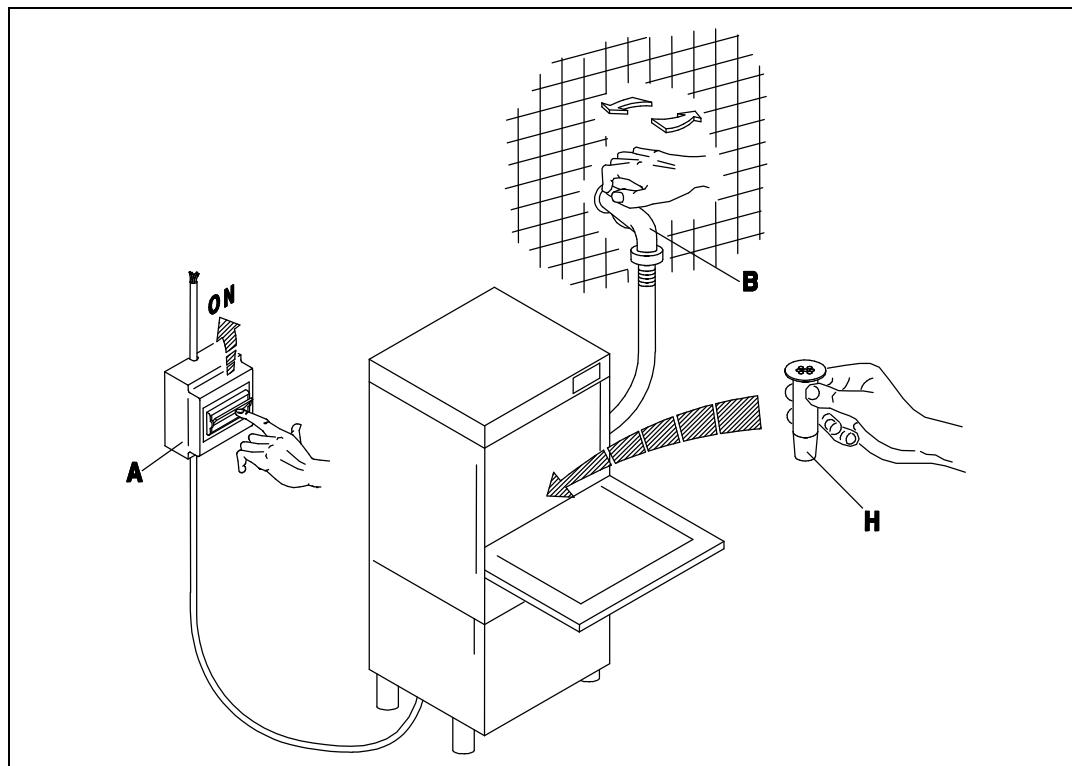

Fig. 3-1
- Aprire il rubinetto dell'acqua (B), inserire l'interruttore generale (A). Attivare l'interruttore principale dell'apparecchio (1), ne conseguirà l'accensione della spia (A) evidenziando che la macchina è sotto posta a tensione. A porta chiusa l'apparecchio si riempie d'acqua e alla fine del carico, si inseriscono automaticamente le resistenze della vasca e del boiler in alternanza. Il funzionamento delle resistenze è reso visibile dall'accensione delle spie (D) ed (E). Quando entrambe le spie si spengono l'acqua avrà raggiunto le temperature impostate e l'apparecchio sarà pronto per iniziare il lavaggio. (fig. 3-1÷3-2)
- Turn on the water tap (B) and switch on the master switch (A). Turn the appliance ON switch (1), which will cause the warning light (A) to illuminate, indicating that the machine is live. When the door is closed the appliance fills with water. When it is full, the tub and boiler heating elements come on automatically in alternation. When the elements are activated, the warning lights (D) and (E) are illuminated. When both warning lights go out the water has reached the set temperature and the appliance is ready to begin the washing cycle. (fig. 3-1÷3-2)
- Öffnen Sie den Wasserhahn (B) und betätigen Sie den Hauptschalter (A). Beim Betätigen des Hauptschalters (1) am Geschirrspüler wird die Anzeige (A) aufleuchten, an der Sie erkennen können, daß die Maschine unter Spannung steht. Bei geschlossener Tür läuft Wasser in die Maschine; ist die nötige Wassermenge einmal erreicht, so schalten die Widerstände des Spülbehälter und des Boilers automatisch eines nach dem anderen, ein. Der Betrieb der Widerstände wird durch das Aufleuchten der Anzeigen (D) und (E) erkennbar. Beide Leuchtanzeigen erlöschen, wenn das Wasser eine vorbestimmte Temperatur erreicht hat, d. h. wenn die Maschine betriebsbereit ist. (fig. 3-1÷3-2)
- Ouvrir le robinet (B) et insérer l'interrupteur général (A). Ouvrir l'interrupteur principal de l'appareil (1), le voyant (A) s'allumera ce qui signifie que la machine est branchée. L'appareil se remplit d'eau avec porte fermée et à la fin du chargement les éléments chauffants de la cuve et du boiler entrent automatiquement en action en alternance. Les voyants (D) et (E) s'allument quand les éléments chauffants fonctionnent. Les deux voyants s'éteignent dès que l'eau a atteint la température programmée et l'appareil est prêt pour commencer le lavage. (fig. 3-1÷3-2)
- Abrir el grifo del agua (B), conectar el interruptor general (A). Activar el interruptor principal del aparato (1); el encendido de la luz testigo (A) indica que la máquina está en tensión. Con puerta cerrada el aparato se llena de agua y cuando la carga esté terminada se conectarán automáticamente las resistencias del tanque y de la caldera en la alternación. El funcionamiento de las resistencias es señalado por el encendido de las luces indicadoras (D) y (E). Cuando ambas luces se apaguen, el agua habrá alcanzado la temperatura programada y el aparato estará listo para empezar el lavado. (fig. 3-1÷3-2)
- Abrir a torneira de água (B), acionar o interruptor geral (A). Acionar o interruptor principal do aparelho (1), a luz (A) se acende evidenciando che a máquina esta sob tensão. Uma vez fechada a porta se enche de água e no final, as resistencias do cuba e do boiler começam a funcionar automaticamente na alternação. As luzes (D) e (E) indicam o funcionamento das duas resistencias. Quando ambas se apagarem é porque a temperatura alcançou seu nível desejado e a máquina estará pronta para iniciar a lavagem. (fig. 3-1÷3-2)
- Draai de waterkraan (B) open en schakel de hoofdschakelaar (A) in. Schakel de hoofdschakelaar van het apparaat (1) in waarna het lampje (A) gaat branden waaruit blijkt dat de machine onder stroom staat. Als de deur dichtgedaan wordt, loopt het apparaat vol met water en na afloop van het vollopen worden de verwarmingselementen van de kuip en van de boiler automatisch ingeschakeld in de afwisseling. De werking van de verwarmingselementen blijkt uit het feit dat de lampjes (D) en (E) gaan branden. Als allebei de lampjes uitgaan dan heeft het water de ingestelde temperatuur bereikt en is het apparaat klaar om met het afwasprogramma te beginnen. (Afb. 3-1 - 3-2)
- A riempimento avvenuto, aprire la porta (I) e introdurre il detersivo (ca. 2 gr. per litro di capacità della vasca). Inserire il cesto (L) carico e chiudere la porta (I). Selezionare il ciclo di lavaggio inserendo il pulsante (4) (ciclo breve (II) tasto premuto ÷ ciclo lungo (I) tasto rilasciato). A questo punto premere il pulsante START (3) (almeno per 2 secondi) e avrà inizio il ciclo di lavoro visualizzato dalla lampada spia (C): la fine del ciclo coincide con lo spegnimento di questa spia. Per spegnere la macchina si dovrà disinserire l'interruttore (1) portandolo nella posizione (0) spia (A) spenta. (Fig.3-1÷3-3).
- Lorsque le remplissage est terminé, ouvrir la porte (I) et verser le détersif (environ 2 g pour chaque litre remplitant la cuve). Introduire le panier (L) plein et fermer la porte (I). Sélectionner ensuite le cycle de lavage en actionnant le bouton-poussoir (4) (cycle court (II) touche enfoncee ÷ cycle long (I) touche relâchée). A ce stade, presser le bouton-poussoir START (3) (au moins 2 secondes) et le cycle de fonctionnement commencera, visualisé par la lampe-témoin (C). La fin du cycle coïncide avec l'extinction de ce voyant. Pour arrêter la machine, il faudra débrancher l'interrupteur (1) en le ramenant sur la position (0): lampe-témoin (A). (Fig.3-1÷3-3).
- Después del llenado, abra la puerta (I) y vierta el detergente (2 gramos aproximadamente por litro de capacidad de la cuba). Introduzca el cesto (L) carga y cierre la puerta (I). Seleccione el ciclo de lavado por medio del selector (4) (ciclo breve (II) tecla pulsada ÷ ciclo largo (I) tecla soltada). Pulse ahora START (3) (al menos durante 2 segundos) para arrancar el ciclo de trabajo: se enciende la luz testigo (C), que se apagará al final del ciclo. Para apagar la máquina desconecte el interruptor (1) posición 0, luz testigo (A) apagada. (Fig.3-1÷3-3).
- Doe na het volopen de deur open (I) en doe er afwasmiddel in (ongeveer 2 g per liter inhoudscapaciteit van de kuip). Doe de beladen korf (L) erin en doe de deur (I) dicht. Stel het afwasprogramma in door op de knop (4) te drukken (kort programma (II) toets ingedrukt – lang programma (I) toets losgelaten). Druk nu op de START knop (3) waarna (minstens 2 seconden) het afwasprogramma zal beginnen dat aangegeven wordt door het controlelampje (C): het einde van het programma valt samen met het uitgaan van dit lampje. Om de machine uit te schakelen moet u de schakelaar (1) uitschakelen door hem op de stand (0) te zetten, lampje (A) uit (Afb. 3-1 ÷ 3-3).